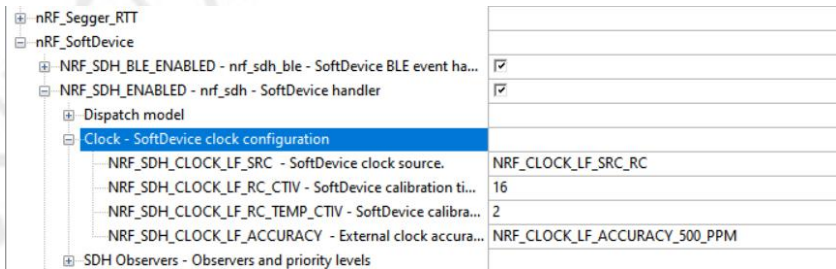

图 5.3：NRF_SDH_ENABLED
- 展开 ” nRF_SoftDevice ” -> ” NRF_SDH_ENABLED ” -> ” Clock - SoftDevice clock configuration ” 请按照图 5.3 进行修改：